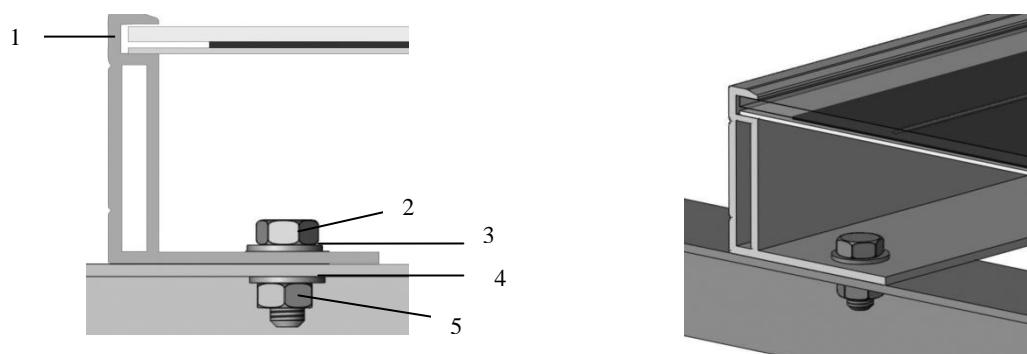

図 1. ボルトによる取り付け方式で取り付けられた太陽光発電モジュール
- ・図1に示すようにM8ボルト、ワッシャ、スプリングワッシャ及びナットを使用して、太陽電池モジュールを確実に固定します。（M8ボルトの締め付けトルクは16Nmです。）